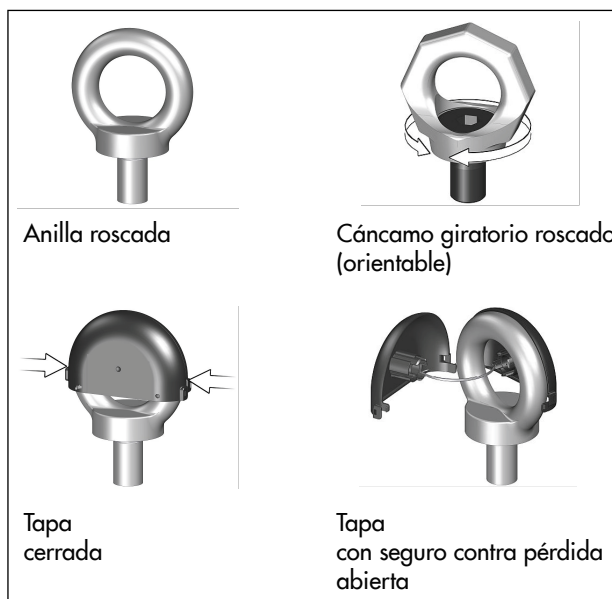

Fig. 5: Seguro contra pérdida en anilla roscada/cáncamo giratorio
1. Abrir y retirar la tapa de la anilla roscada presionando ligeramente las dos uniones clip laterales, ver Fig. 5.
6. Después del montaje: retirar las eslingas de elevación y volver a colocar la tapa de la anilla roscada y cerrarla, ver Fig. 5.